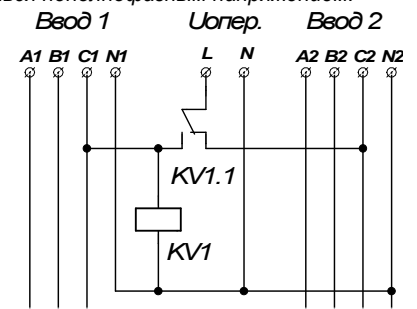

Рис.9 Схема получения оперативного питания с использованием реле напряжения
5.2.1. Схема получения оперативного питания с использованием реле напряжения приведена на рис.9.